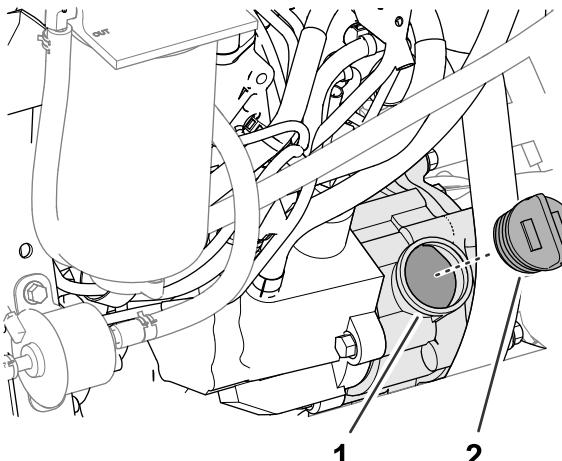

Bild 124
- Entfernen Sie bei niedrigem Ölstand den Ölfülldeckel (Bild 124), gießen langsam kleinere Ölmengen ein und prüfen Sie den Stand regelmäßig, bis die Voll-Markierung am Peilstab erreicht wird.